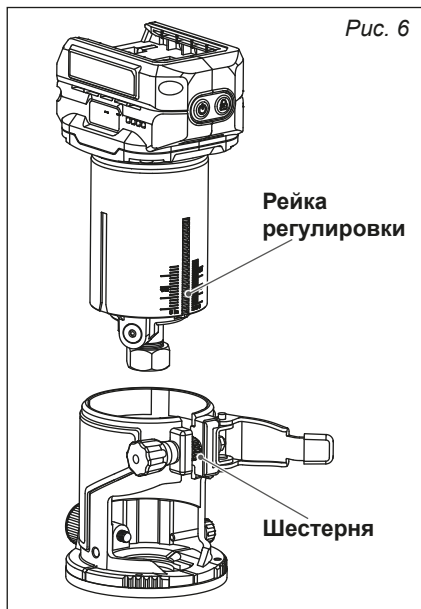

Рис. 6
- Убедитесь, что рейка регулировки высоты совпала с шестерней (рис. 6).